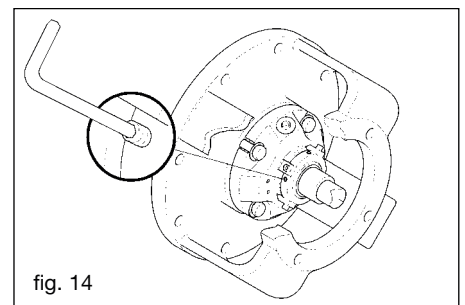

fig. 14
- Desserrer les boulons sans tête qui bloquent la chemise sur l'arbre (fig. 14).
- Serrer les boulons sans tête avec force (fig. 14).